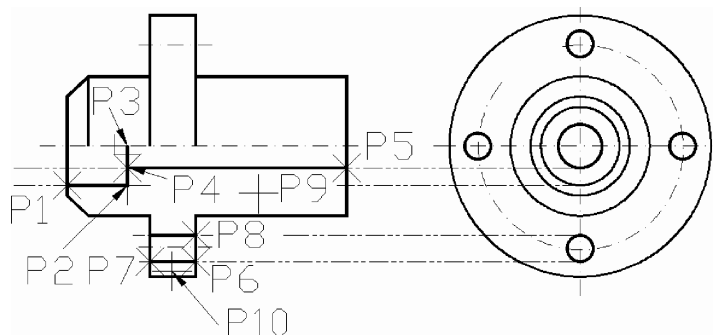

Fig. 6.27 Exercițiul 6.7 – pasul 3
- Pasul 3. Se trasează, în continuare, conturul interior. Se folosesc, de asemenea, linii ajutătoare, pentru a controla corespondența dintre proiecții, ca în Fig. 6.27.